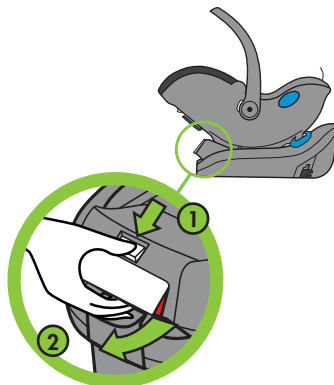

Figure 26
Avec votre pouce, appuyez et maintenez enfoncé la languette de verrouillage du porte-bébé (1). En maintenant la languette de verrouillage du porte-bébé enfoncée, tirez et maintenez la poignée de déverrouillage en position ouverte (2), comme illustré à la **Figure 26**.